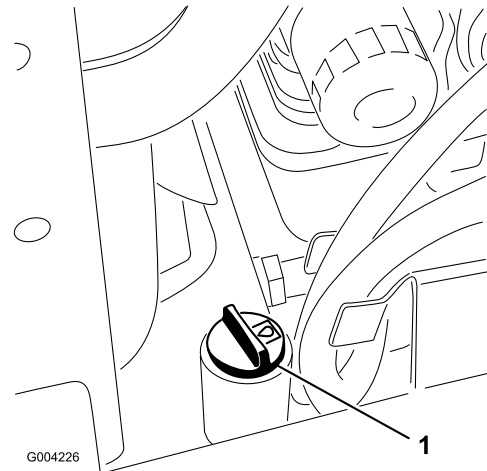

Figura 12
5. Limpie la zona alrededor del cuello de llenado del depósito de aceite hidráulico (Figura 12).